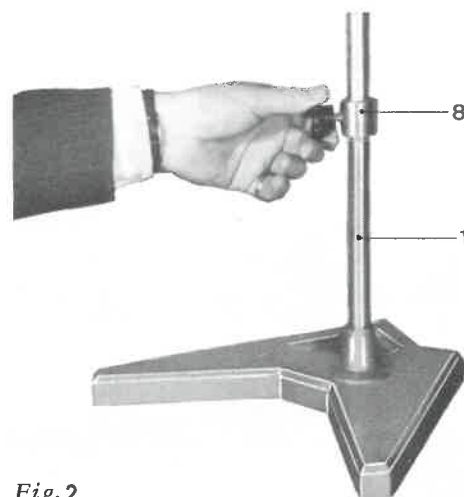

Fig.2
2^o - Monter la BAGUE DE SÉCURITÉ (8) sur la tige chromée du socle et la serrer à mi-hauteur (Fig. 2)